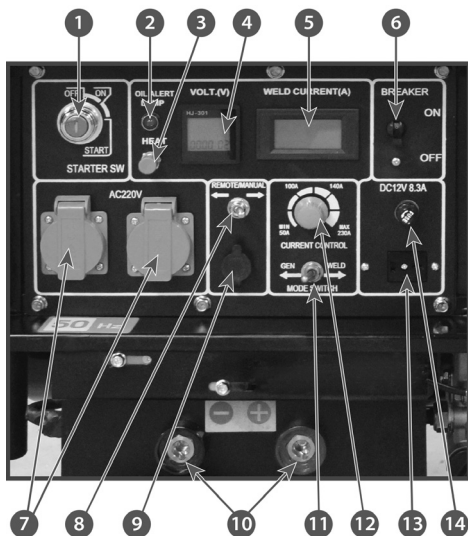

Рис. 3 Панель управления
1. Отключите все потребители электроэнергии от сварочного генератора и установите переключатель режимов в положение «GEN» (генератор), а выключатель сети (Рис. 3 п. б) в нижнее положение (OFF).